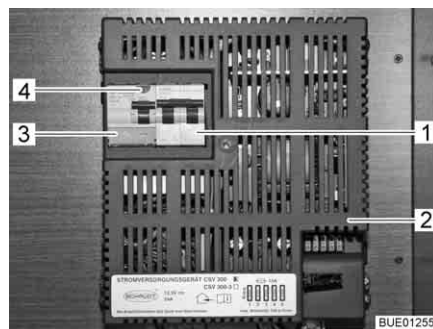

Fig. 114 Fusible automático de 230 V en interruptor FI (CSV 300)
Un interruptor de corriente de defecto (interruptor FI) (Fig. 114,3) en el equipo de alimentación de corriente CSV 300 (Fig. 114,2) asegura el vehículo completo contra corriente de defecto (0,03 A).
Un interruptor de protección de línea de dos polos (Fig. 114,1) postconectado en el equipo de alimentación de corriente protege la red de a bordo de 230 V.
- Si el vehículo está conectado a la alimentación de 230 V, pulsar la tecla de prueba (Fig. 114,4). Se debe activar el interruptor de corriente de defecto (interruptor FI).